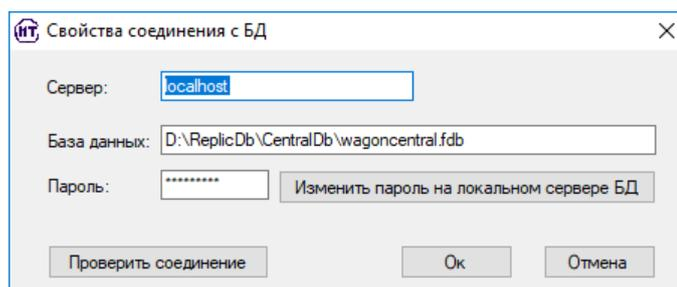

Рисунок 134 - Диалог свойства соединения с БД
- 1) «Соединение с центральной БД». При редактировании этой настройки вызывается окно «Свойства соединения с БД» (см. Рисунок 134). Для соединения с базой данных необходимо указать: